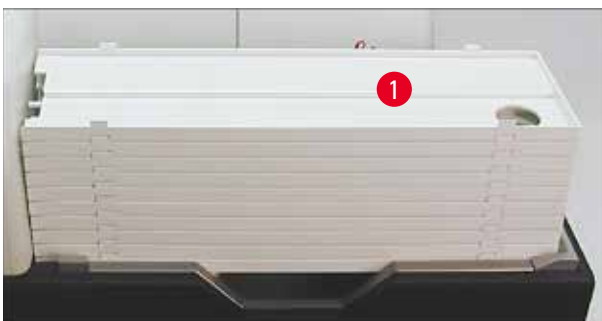

図 39
1. トレーのスタック (→「図 39-1」) をアンロードステーションのリフトテーブルの上に配置します (→「図 39」)。